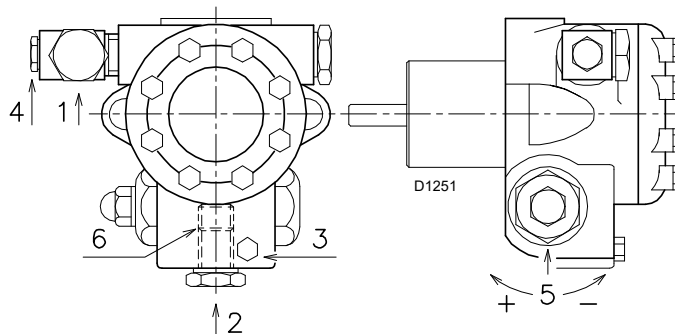

Fig. 21
- Para que la bomba pueda autocebarse, es indispensable aflojar el tornillo 3) de la bomba, (véase Fig. 21), para purgar el aire que pueda haber en el tubo de aspiración.
- Cuando el gasóleo sale por el tornillo 3)(Fig. 21), la bomba está cebada. Detener el quemador: interruptor 1)(Fig. 29, en pág. 24) en posición "OFF" y enroscar el tornillo 3).